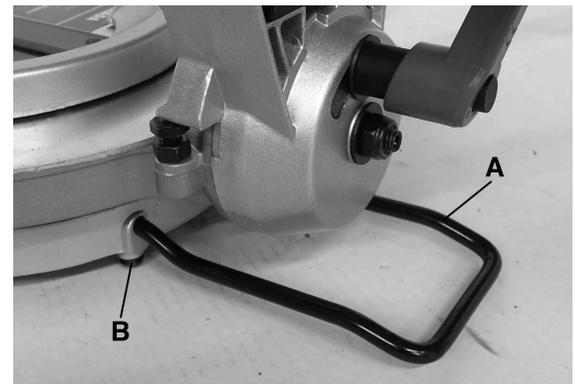

FIGURE 5
Le support arrière (A) Fig.5 s'installe à l'arrière de la base en l'insérant dans les trous de montage. Poussez-le à fond et fixez-le à l'aide de la vis à tête bombée (B) sous la base.